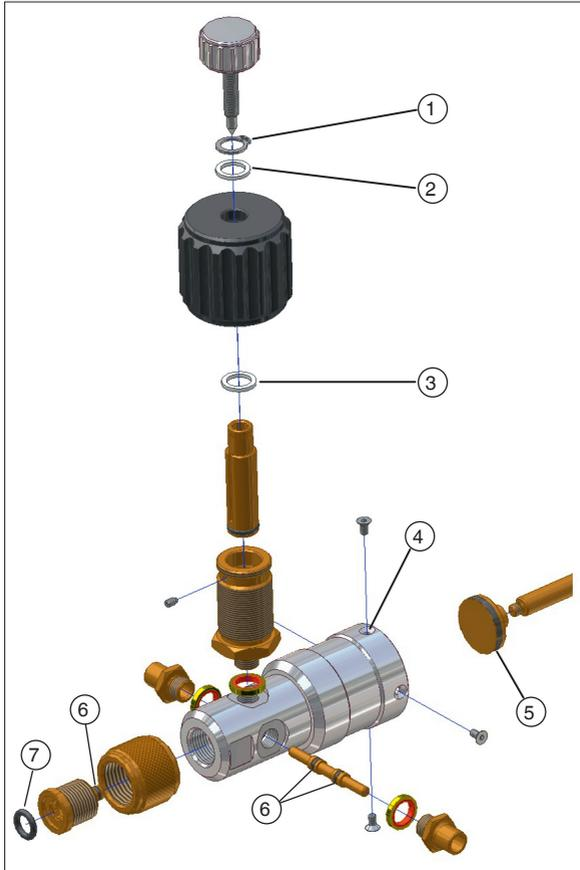

Fig. 1 - Montaje de los anillos de estanqueidad, los discos de estanqueidad y las juntas tóricas
- ▶ ¡Prestar atención al orden correcto de los componentes, véase Fig. 1 “Montaje de los anillos de estanqueidad, los discos de estanqueidad y las juntas tóricas”!